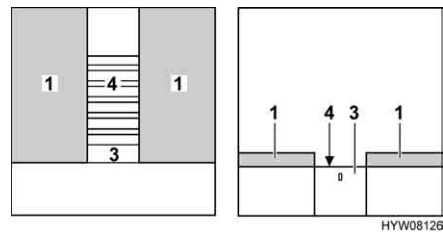

Bild 68 Under ombyggnaden
- Drag ut ribbotten (Bild 68,4) helt. Dra i utdragningsanordningen (Bild 68,3).